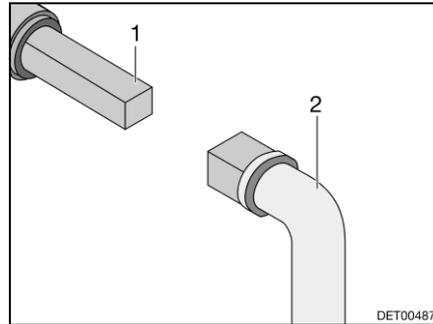

Bild 100 Bedienung Abwasserhahn
- Schlüssel (Bild 100,2) auf Vierkant (Bild 100,1) stecken.